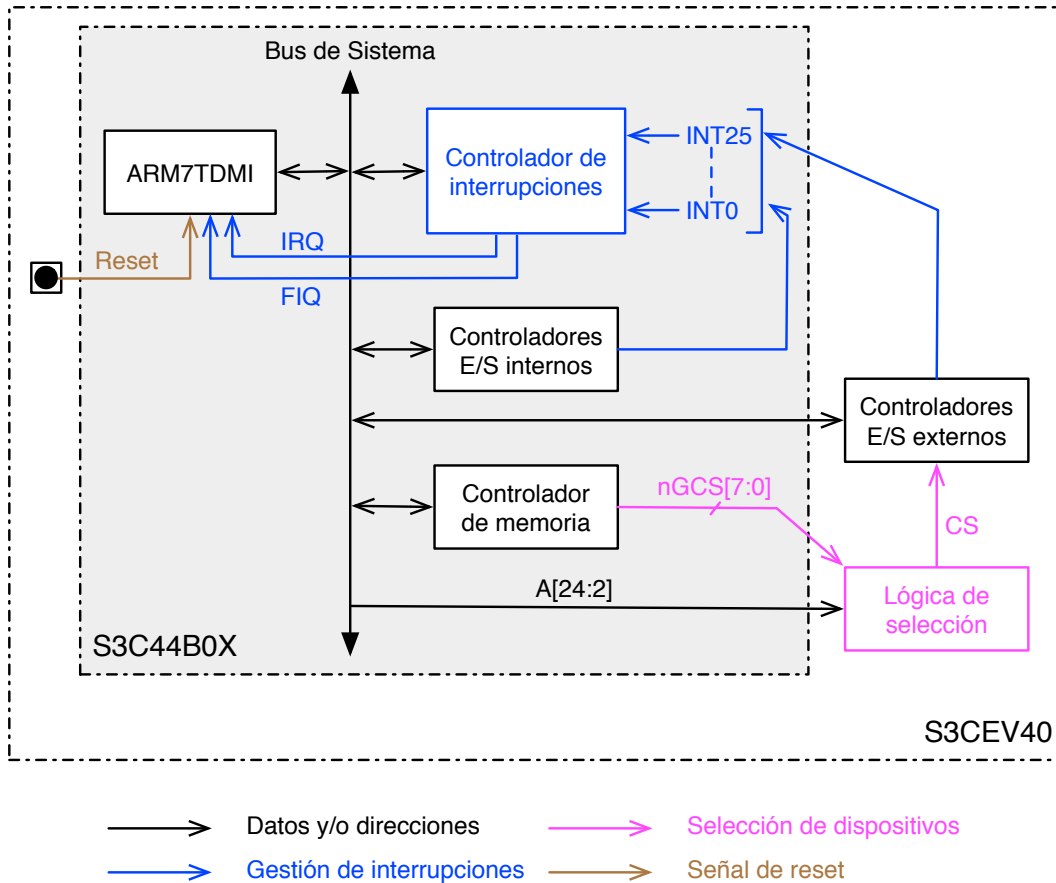

Figura 1.3: Sistema de E/S de la placa de laboratorio.
La figura 1.3 representa de forma esquemática el sistema de entrada/salida de la placa empleada en el laboratorio. Sus principales componentes son el procesador ARM7TDMI, el controlador de interrupciones, los controladores de E/S – tanto internos como externos al Samsung S3C44B0X –, y la lógica de selección, que se sirve de las señales generadas por el controlador de memoria para seleccionar el chip externo con el que se desea trabajar. A continuación describiremos brevemente las principales características de cada uno de sus componentes.
Además de los controladores internos, existen en el sistema controladores de E/S externos. Los puertos de E/S correspondientes a estos controladores externos al S3C44B0X se ubican fuera del rango de direcciones correspondiente a los controladores internos y requieren de una lógica adicional para su selección (ver figura 1.3). Obviamente, no pueden asignarse puertos de E/S a bancos que tengan asignados módulos de memoria. Esta lógica de selección es la encargada de activar la señal de *Chip Select* (CS) correspondiente al dispositivo que se pretende acceder en función del valor de las señales nGCS0-7 y de los bits de direcciones del bus del sistema.